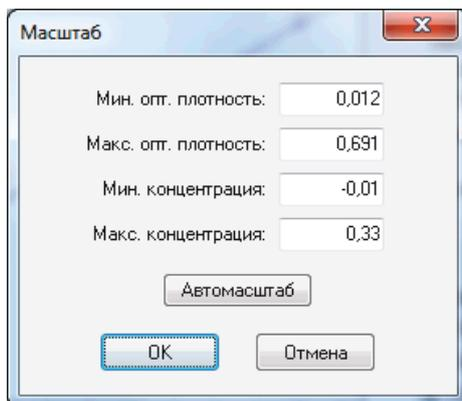

Рисунок 7 – Окно задания масштаба графика.
- **Градуировочный график – 3.** Отображается, если заданы параметры градуировки, а для градуировки по стандартным образцам, также выполнен расчёт градуировки. В этом случае разблокируется кнопка изменения масштаба графика – . При нажатии этой кнопки на экран выводится окно задания масштаба графика (Рисунок 7).